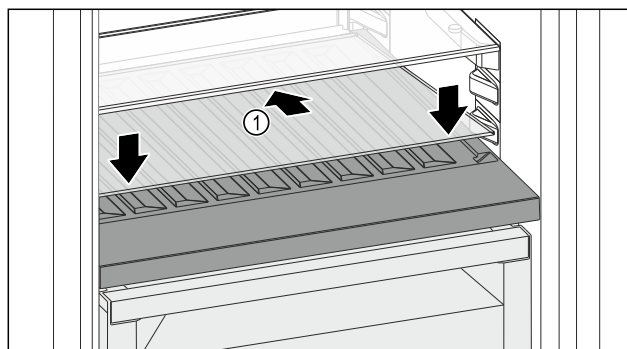

Fig. 210
- ▶ Skleněnou desku Fig. 210 (1) zasuňte šikmo a skloněnou dozadu dolů.
- ▶ Skleněnou desku Fig. 210 (1) vpředu spusťte dolů.